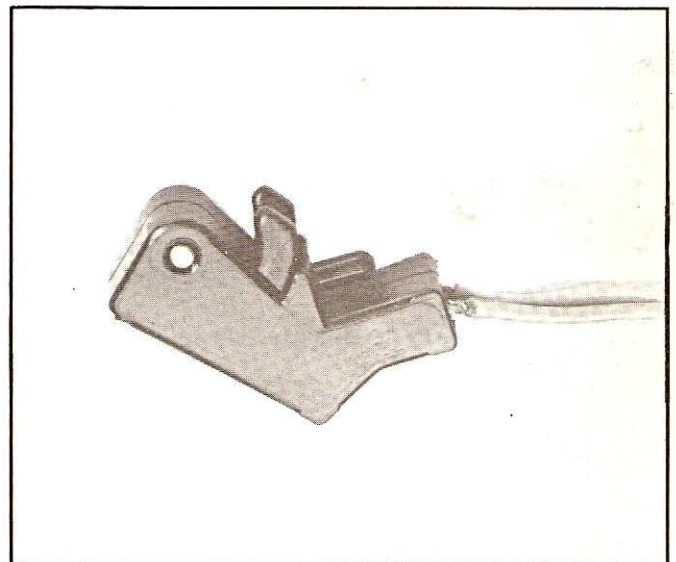

Fig. 9
- A l'intérieur du support, se trouve le système de sécurité du démarreur (fig. 9) commandé par la poignée de frein arrière (le démarreur ne peut fonctionner que si la poignée de frein arrière est serrée).